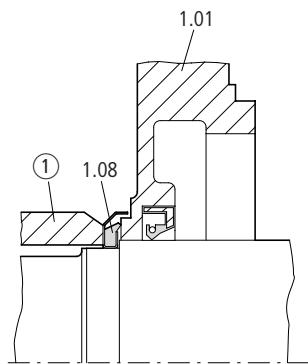

Abbildung 29: Aufschieben Axial-Wellendichtungen
- Schieben Sie eventuell vorhandene Axial-Wellendichtungen AS (1.08) oder GS (2.06) mittels einer passenden Buchse ① auf (→ Abb. 29).
- Je nach Ausführung schieben Sie vorhandenen Axialdichtringe mittels einer Buchse auf (→ Abb. 29).